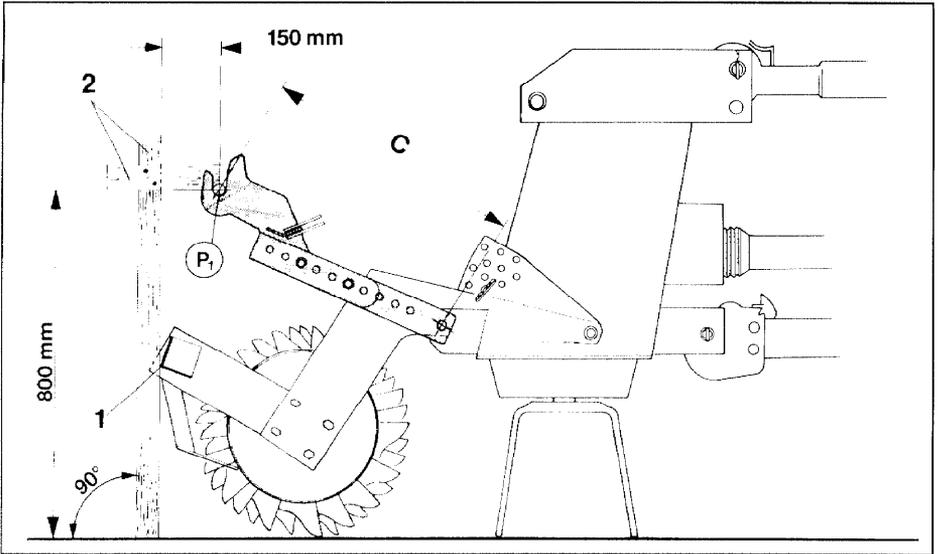

Fig. 18
Ermittlung des Abstandes "C" (siehe Fig. 18):
Das Maß "C" (Fig. 18) ist der Abstand zwischen unterem Anlenkpunkt des Bodenbearbeitungsgerätes und theoretischem Kupplungspunkt "P₁" der Drillmaschine. Deshalb ist zuerst der theoretische Kupplungspunkt "P₁" wie folgt zu ermitteln:
- Der Punkt "P₁" liegt 800 mm über der Abstellfläche und 150 mm vor der hinteren Außenkante des Walzenrahmens (Fig. 18/1).
Dies ist die Stellung, die der Punkt "P₁" später bei der Arbeit auf dem Feld einnimmt. Als Hilfsmittel zur Ermittlung des Punktes "P₁", können z.B. zwei Holzplatten (Fig. 18/2) mit den angegebenen Längen und ein Winkel benutzt werden.